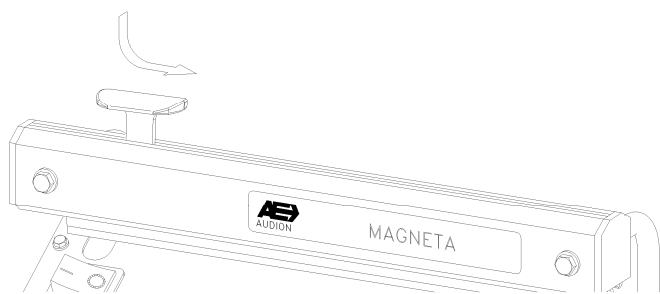

Fig. 1
5. O "plástico" pode ser cortado fazendo deslizar a lâmina de corte ao longo do "braço" da máquina enquanto este está sendo pressionado para baixo (Fig. 1).
5. Overskæring af folien sker ved at trykke knivholderen ned og føre denne på tværs af kæben under svejse- og køletiden. (fig. 1).
5. Vid avskärning: Pressa ned knivhållaren och för knivslåden snabbt över folien under tiden armen är i nedpressat läge (fig.1).
5. Folien kan kuttes ved å trykke den røde knivholderen på sveisearmen ned og samtidig skyve den til den andre siden av armen, mens denne er nede (fig.1).